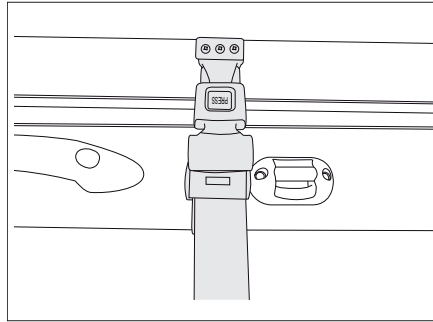

Bild 155 Sicherheitsgurt
- Den Sicherheitsgurt (Bild 155) lösen.
- Den Sicherheitsgurt (Bild 155) anbringen.